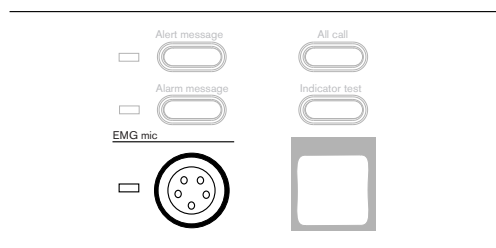

Figura 7.14 Indicador del micrófono de emergencia
- El indicador EMG mic (Micrófono de emergencia) rojo se enciende (consulte la *Figura 7.14*).